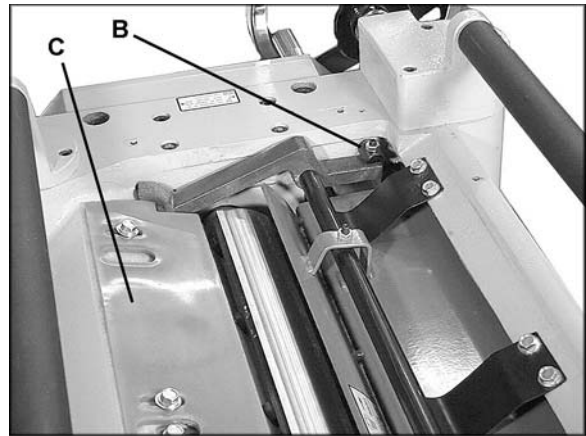

Figure 29
2. Desserrez les contre-écrous (B, Figure 29) sur les deux extrémités de la barre de pression et tournez les vis de réglage suivant le cas.
3. Lorsque la barre de pression touche le dessus de la cale du calibre, serrez les contre-écrous (B, Figure 29).
Le déflecteur de copeau (C, Figure 29) empêche que le bois tombe dans le rouleau de sortie. Le déflecteur doit être à environ 1/16" du bord des couteaux. Assurez-vous que l'extrémité avant du déflecteur est taillée en biseau afin de correspondre à la forme de la tête de la découpeuse.